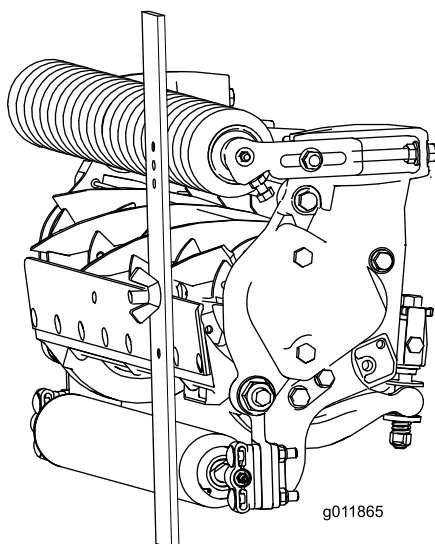

Figura 18
3. Agganciate la testa della vite sul tagliente della controlama e poggiate l'estremità posteriore della barra sul rullo posteriore (**Figura 18**).
4. Ruotate la vite di regolazione finché il rullo anteriore non toccherà la barra di riferimento (**Figura 18**). Regolate entrambe le estremità del rullo finché l'intero rullo non sarà parallelo alla controlama.